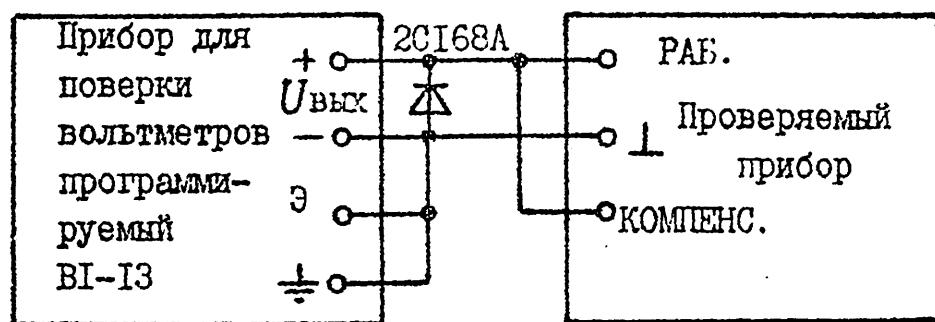

Рис. I2.5
Схема соединения приборов приведена на рис. I2.5.
- 1) соедините приборы согласно рис. I2.5;